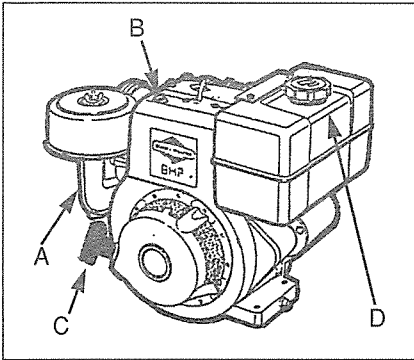

Fig 11. Moteur Briggs 8 CV.
Les types de manettes de starter utilisés sur les moteurs Briggs & Stratton de 8 CV et Tecumseh de 5 et 4 CV sont représentés sur les Figures 11, 12 et 13.
Ce commutateur, qui se trouve sur le dessus de tout moteur à démarrage manuel par cordon (quelle que soit la marque du moteur), doit être actionné avant de faire démarrer un moteur de ce type et doit être utilisé pour arrêter celui-ci. **(Seuls les moteurs à démarrage manuel sont équipés de ce commutateur.)** Se reporter aux Figures 11, 12 et 13. Remarque: sur les modèles à démarrage électrique,
Les moteurs à démarrage manuel n'ont qu'un démarreur à cordon sur le devant du moteur. Les moteurs à démarrage électrique ont un système de démarrage commandé par clé de contact (ainsi qu'un démarreur à cordon comme démarreur de secours). Se reporter aux Figures 11, 12 et 13 pour les emplacements du démarreur à cordon. Dans les deux cas, le levier d'embrayage doit être RELEVÉ avant de faire démarrer le moteur.
1. Placer la manette de starter en position de starter ouvert (voir la Figure 11, 12 ou 13) si le moteur doit démarrer à froid. Il se peut qu'un moteur chaud ne nécessite pas l'utilisation du starter.